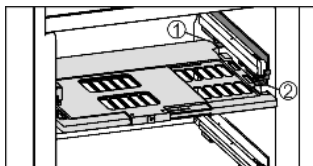

Fig. 21
- ▶ Założyć płytę regulacji wilgotności: Ramiona pokrywy płyty wprowadzić od dołu do tylnego uchwyty Fig. 21 (1) i zażębić z przodu w uchwycie Fig. 21 (2).